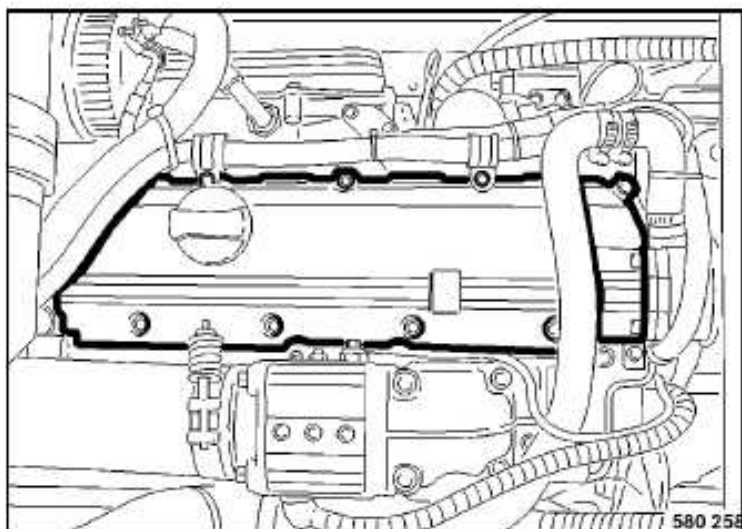

Fig. 125
- Desmontar la tapa de la culata (Fig. 125).